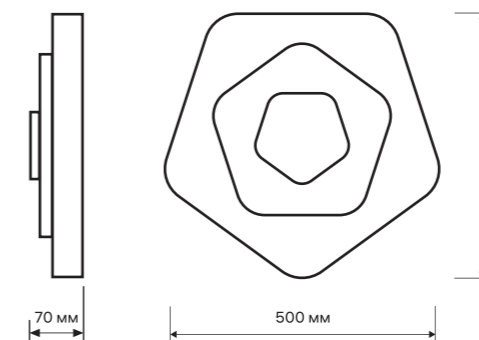

Рис.1
- Подсоедините люстру к сети переменного тока согласно схеме на Рис.1. Обратите внимание на маркировку проводов: **N** – ноль, **L** – фаза. Подсоедините питающие (одноцветные) провода к клеммной колодке. Если светильник устанавливается на металлической поверхности, поверхность должна быть заземлена.